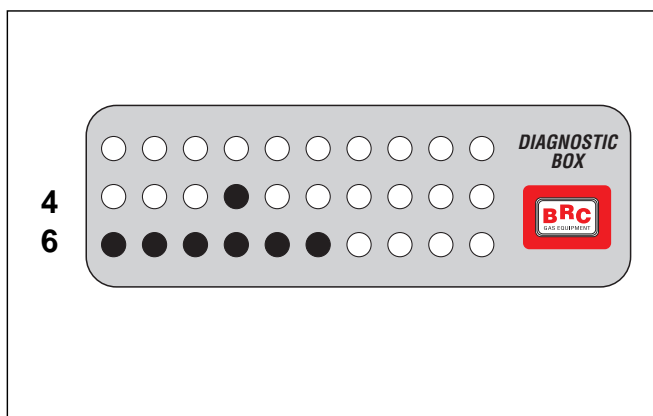

Fig. 40
- La valeur standard à la fin de la procédure de première acquisition et auto-configuration est 46 (fig. 40).